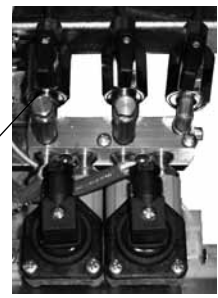

Figure 10
- c) Les robinets des compteurs volumétriques **e-d** doivent être ouverts (figure 10).